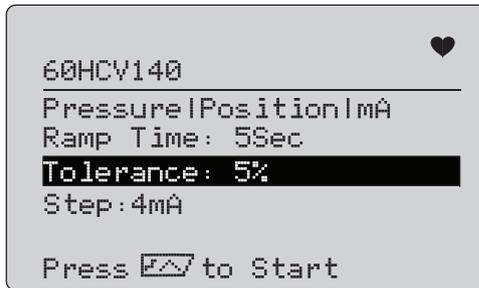

Figura 52. Impostazione test di firma
1. Accedere al **Signature Test Menu** (Menu test di firma). Vedere la figura 52.